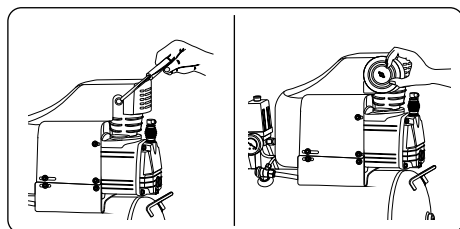

FIGURA 6.7
- Retire o tampão plástico alojado no filtro de ar, na tampa de cilindro ou no suporte. Instale em seguida o filtro de ar (figura 6.7).